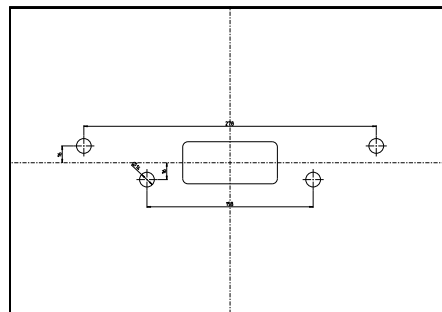

Рис. 2. Разметка отверстий
- ▶ Разметка отверстий для анкерных шпилек: см. Рис. 2.